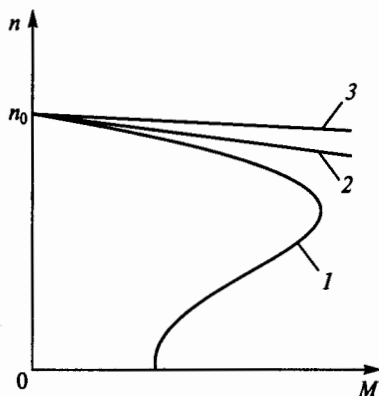

Рис. 233
**9.78.** Какая из показанных на рис. 233 характеристик 1...3 является механической характеристикой синхронного двигателя?